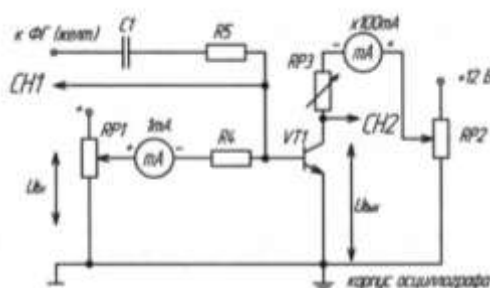

Рисунок 20
1. Собрать схему (рис. 20) для исследования усилительного каскада. Подключить канал CH1 осциллографа к входу усилителя, а канал CH2 к выходу усилителя. Включить временную развертку осциллографа. Включить функциональный генератор и установить синусоидальный сигнал частотой 50 Гц. Уменьшить сигнал до нуля регулятором амплитуды. Переключить входы CH1 на положение «вход закорочен». При токе  $I_b=0$  установить с помощью потенциометра RP2 заданное значение  $E_k$  и далее не изменять его при всех экспериментах.